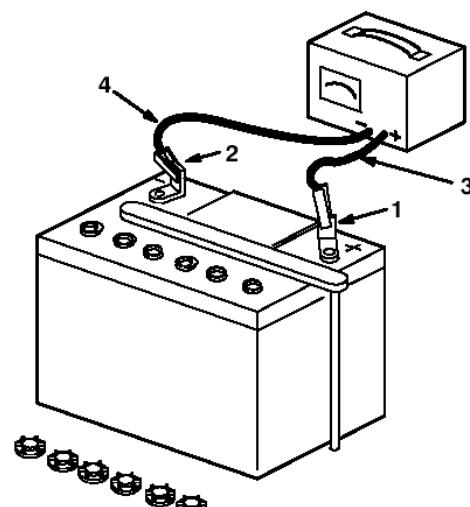

图5
3、保持注液盖开启, 将3至4amp的电瓶充电器连在电瓶柱上(图5)等于或低于amperes对电瓶充电4小时。(12伏特)